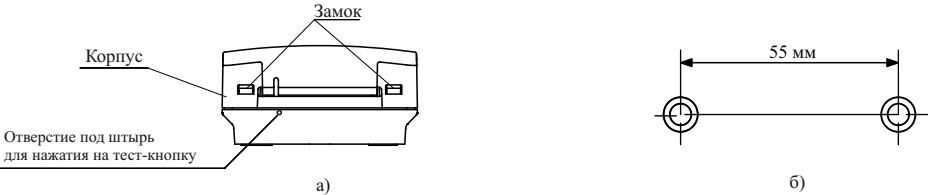

Рисунок 2
- 6.6 Для монтажа УДП на объекте необходимо снять корпус с основания, нажав отверткой на замки внизу корпуса (рисунок 2, а). Кнопка УДП при этом должна быть в ненажатом положении.